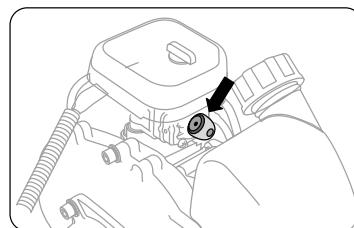

рис. 8
3. Пять-семь раз нажмите на прозрачный колпачок ручной подкачки топлива (праймер), расположенный между воздушным фильтром и топливным баком, для заполнения карбюратора топливной смесью (рис. 8). При этом сквозь прозрачный колпачок должна просматриваться подкачиваемая топливная смесь. Если топливная смесь не заполнила колпачок, нажмите на праймер еще несколько раз.